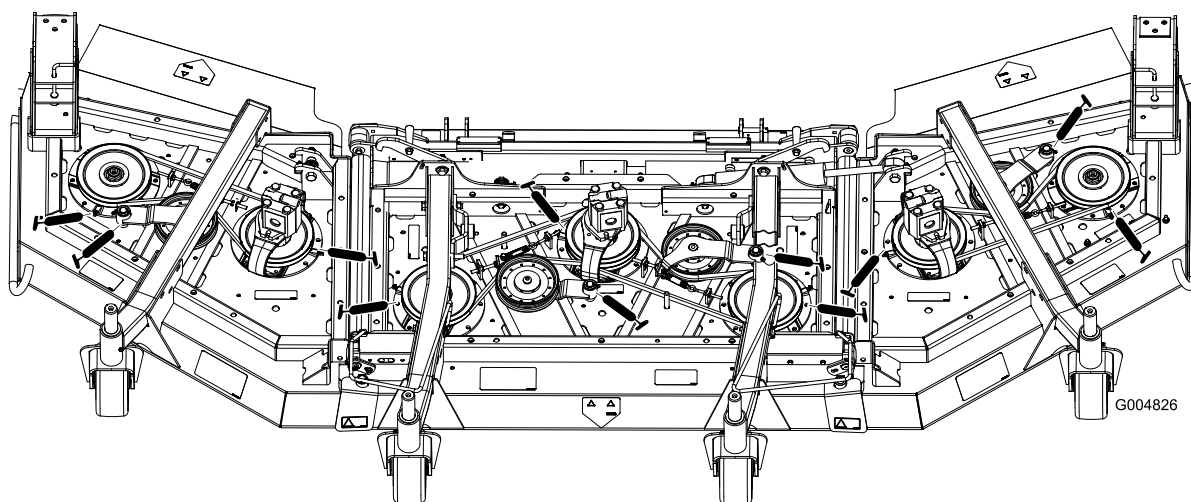

Figure 70
- 3 paliers d'axes de pivot (sous la poulie) (Figure 70)
- 2 bagues de pivot de bras de tension (Figure 70)